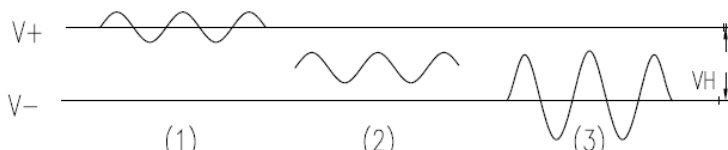

図 3 シュミット回路が動作しなし状態
この 2 つの電圧差  $V_H = (V_+) - (V_-)$  は、ヒステリシス電圧と呼ばれます。しかし、 $V_+$  と  $V_-$  の両方が応答しないと出力が得られず、シュミット回路は、図 3 の (1) (2) と (3) のように動作しません。